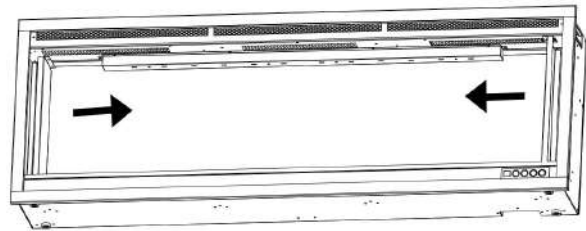

Fig. 2-2
2. Retirer les deux supports métalliques. **Fig.2-2**